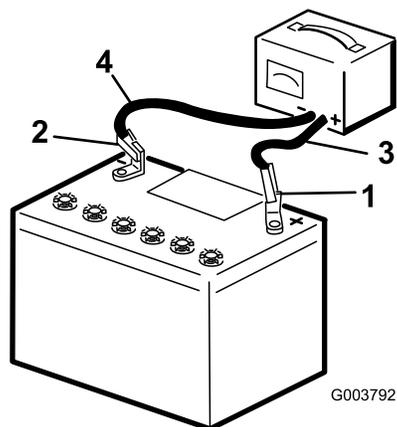

Рисунок 64
2. Заряжайте аккумуляторную батарею током от 3 до 4 А в течение 4 – 8 часов (Рисунок 64). Не допускайте избыточного заряда аккумулятора.
- После полной зарядки аккумулятора отсоедините зарядное устройство от электророзетки, а затем отсоедините провода зарядного устройства от штырей аккумулятора (Рисунок 64).